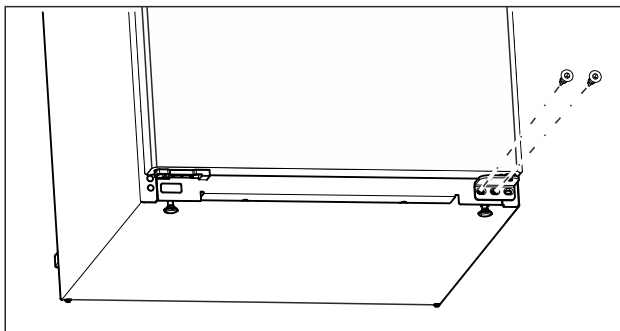

Fig. 6
- ▶ Në bazamentin mbështetës poshtë, lironi vidën e mesit me një kaçavidë Torx 20. (shihni Fig. 6)
- ▶ Në bazamentin mbështetës poshtë, lironi vidën e brendshme me një kaçavidë Torx 20. (shihni Fig. 6)